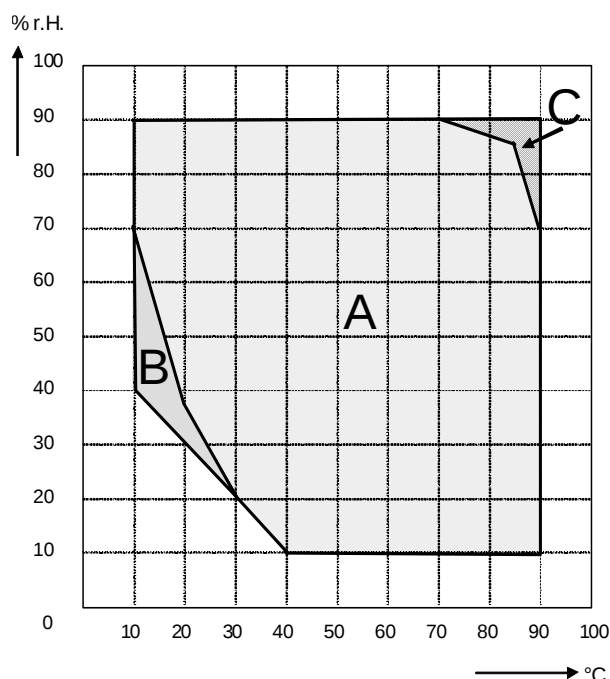

Figura 20: diagramma temperatura-umidità
La camera climatica per test KMF dispone di un sensore di umidità capacitivo che consente di ottenere una precisione di regolazione di max. $\pm 3\%$ UR rispetto al valore nominale impostato. I grafici di temperatura-umidità (Figura 20) indicano i rangi di lavoro consentito per l'umidità.
I valori nominali di temperatura e umidità devono essere compresi entro il range ottimale (area tratteggiata nella Figura 20). L'apparecchio è protetto da un'eccessiva umidità da condensa solo all'interno di tale range.
Dopo aver azionato l'interruttore umidità ON / OFF (3) (nel pannello di controllo laterale), la camera climatica per test KMF umidifica e deumidifica a seconda dell'esigenze, per aggiungere il valore nominale di umidità impostato all'interno dell'intervallo temperatura/umidità regolabile (Figura 20).